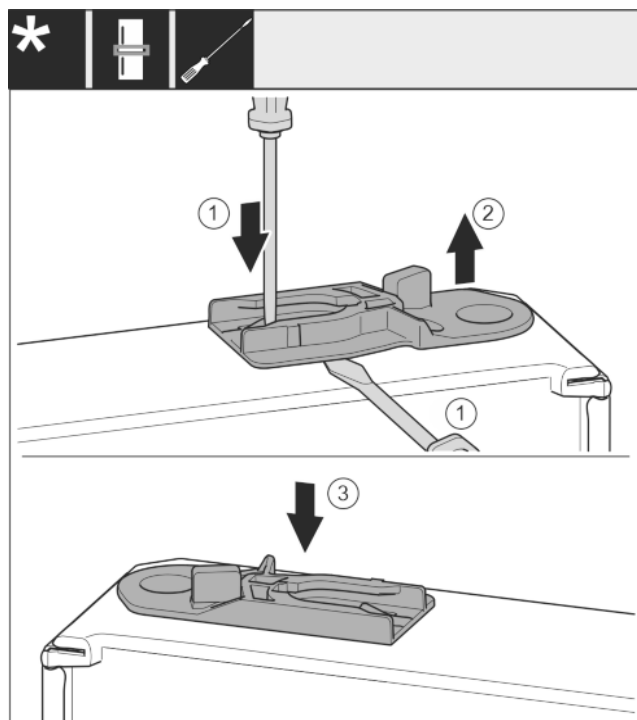

Fig. 29
- ▶ Izvucite čahuru za vođenje: Ravnim odvijačem pritisnite jezičac i istovremeno umetnite ravni odvijač ispod čahure za vođenje. Fig. 29 (1, 2)
- ▶ Gurnite čahuru za vođenje koja je uključena u isporuku na drugoj strani uređaja. Fig. 29 (3)